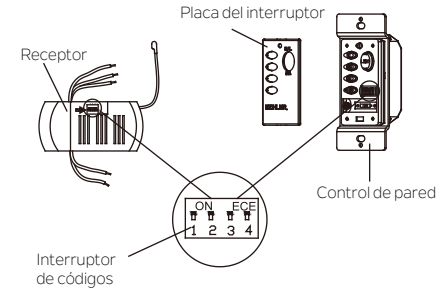

Fig. 13
Paso 1. Deslice los interruptores de código del receptor hacia arriba o hacia abajo con un bolígrafo pequeño (no está incluido). (Fig. 13)
Paso 2. Para configurar el código en el control de pared, use un destornillador plano pequeño y sáquelo suavemente de la parte superior o inferior de la placa del interruptor. Luego deslice los interruptores de código a las mismas posiciones establecidas en el receptor. (Fig. 13)